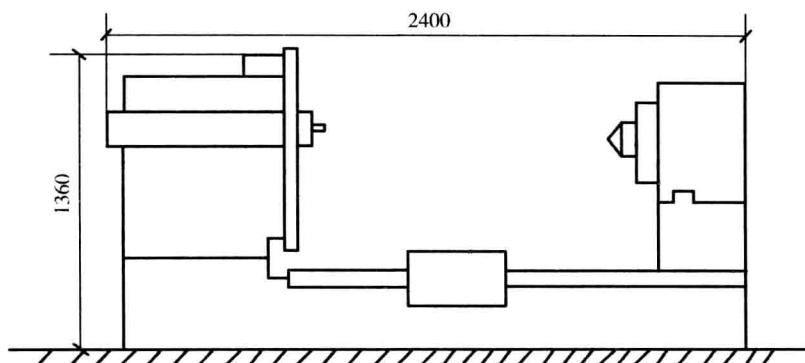

图 1-4 精度车床示意图（单位：mm）
**【例 5】** 安装一台超高精度车床，型号 SI-235，外形尺寸（长×宽×高）为：2400mm×1030mm×1360mm，质量 1.9t，如图 1-4 所示计算其相关工程量。